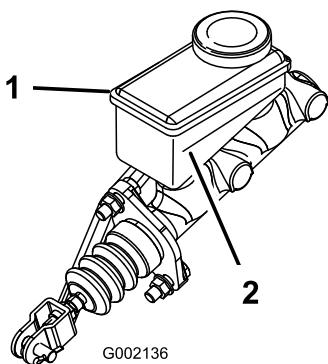

図 17
3. タンクの側面についているマークで、量を点検する 図 17。
- 最低ラインより上まで DOT 3 ブレーキ液を補給する図 17。